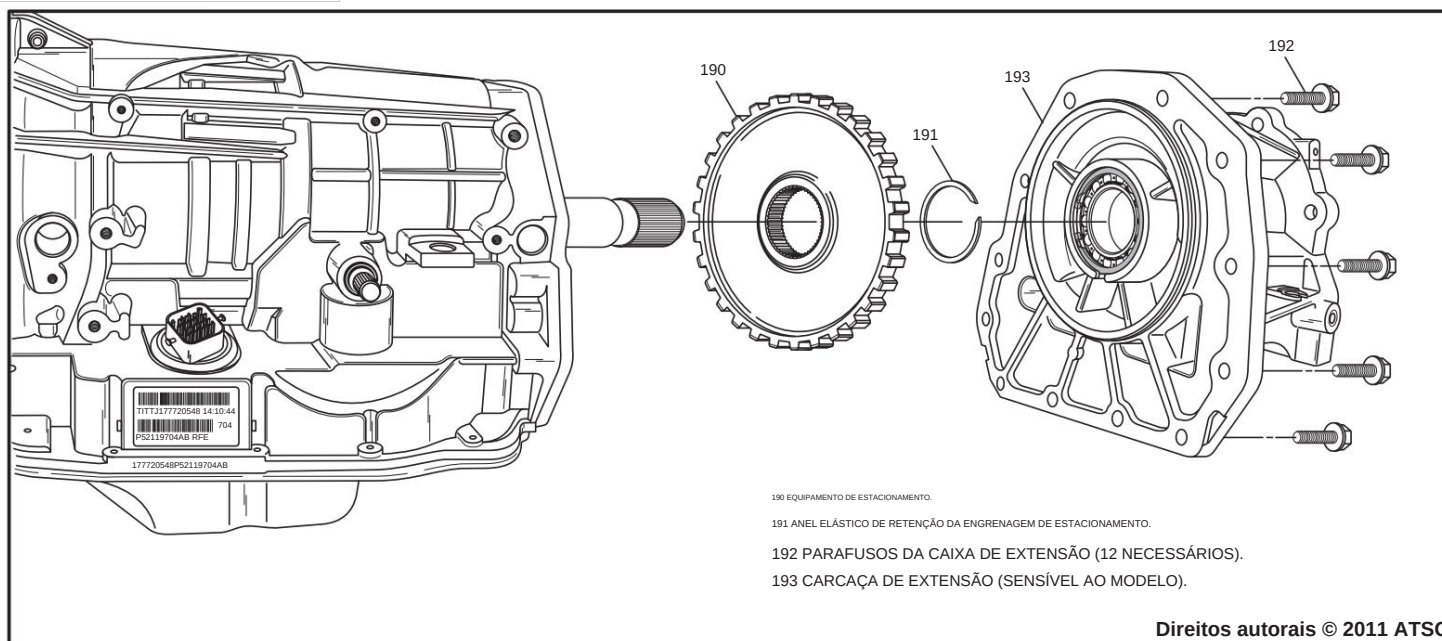

Figura 37
9. Remova o alojamento de extensão 12 para o gabinete parafusos de fixação usando um soquete de 15 mm e, em seguida, remova o alojamento de extensão, conforme mostrado na Figura 37.
10. Remova o anel elástico da engrenagem de estacionamento do eixo de saída e remova a engrenagem de estacionamento, conforme mostrado na Figura 37.